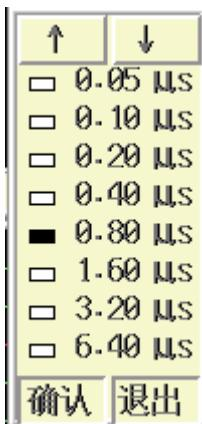

图 2.11 选择采样周期
在双通道的情况下(如图 2.11 所示), 会有管号 1 和管号 2, 用户可以选择两个不同的管号同时进行测试。
在双通道的情况下(如图 2.11 所示)，零声时 1 表示通道 1 的零声时，零声时 2 表示通道 2 的零声时，用户可以按照上面的方法确定并输入零声时。
操作：可以直接用③、④键来修改，也可以按确认键调出选择采样周期界面（如图 2.11 所示）进行选择。